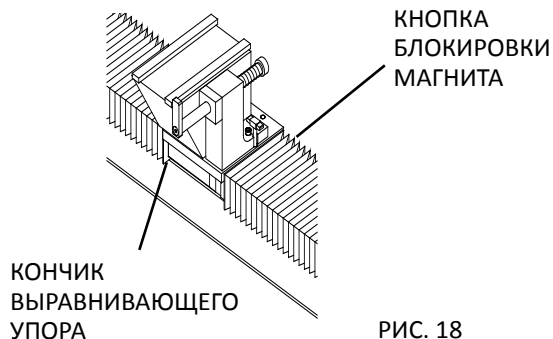

РИС. 18
1. Потяните оба кончика выравнивающего упора вперед и поверните их для фиксации в нужном положении. Ослабьте кнопку блокировки магнита на правостороннем магнитном узле. См. РИС. 18. Установите на электромагниты блок неподвижного ножа и опорной перекладки, который необходимо отшлифовать. Передвигайте правосторонний магнитный узел, пока кончики выравнивающего упора не будут находиться по обоим концам неподвижного ножа. Затяните кнопку блокировки правостороннего магнита так, чтобы зафиксировать магнит.